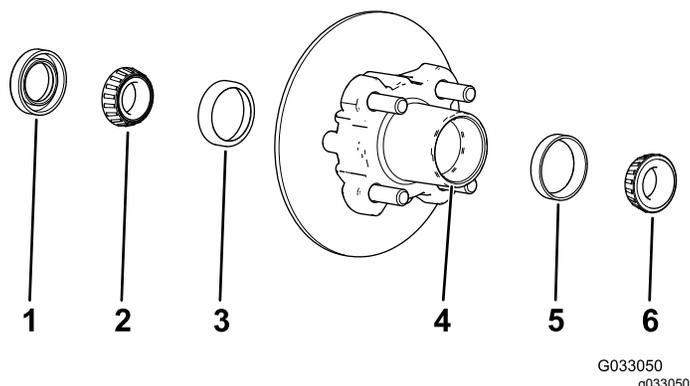

Рисунок 26
1. Снимите наружный подшипник и кольцо подшипника со ступицы (Рисунок 26).
2. Снимите уплотнение и внутренний подшипник со ступицы (Рисунок 26).
5. Очистите полость ступицы от всей консистентной смазки, грязи и мусора (Рисунок 26).
7. Заполните полость ступицы на 50–80% консистентной смазкой указанного типа (Рисунок 26).
8. Установите внутренний подшипник на кольцо с внутренней стороны ступицы и установите уплотнение (Рисунок 26).